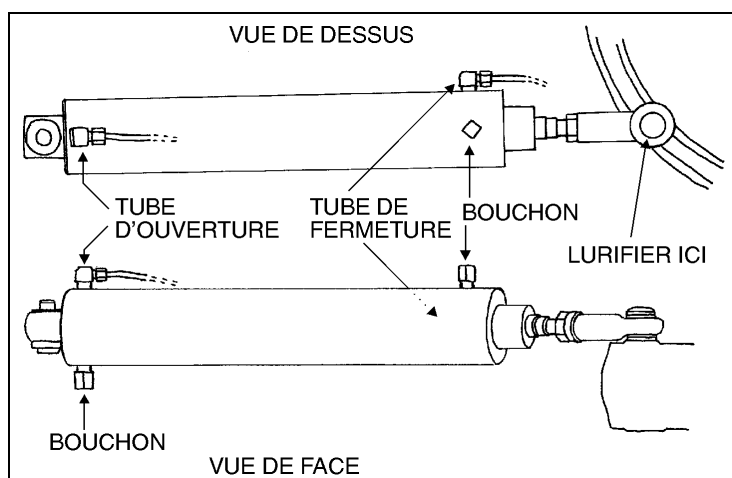

FIGURE 1
5. Lubrifier la balle à l'extrémité du cylindre de porte (Fig. 1), puis visser le cylindre sur la penture.
10. Appliquer un scellant à filet de type *Loctite 567* (Prévost #680098) sur les filets mâles des adaptateurs en coude et des bouchons. Assembler les adaptateurs et les bouchons sur le cylindre de porte (Fig. 1).